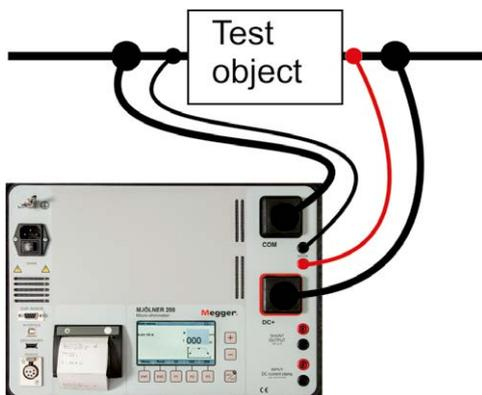

Fig. 5.1 Sur le MJÖLNER 600, les sorties de courant sont en position inversée.
**Note** Les câbles de détection doivent être connectés à l'intérieur des câbles de courant. Sinon, les données de test risquent d'être incorrectes. Voir fig. 5.1